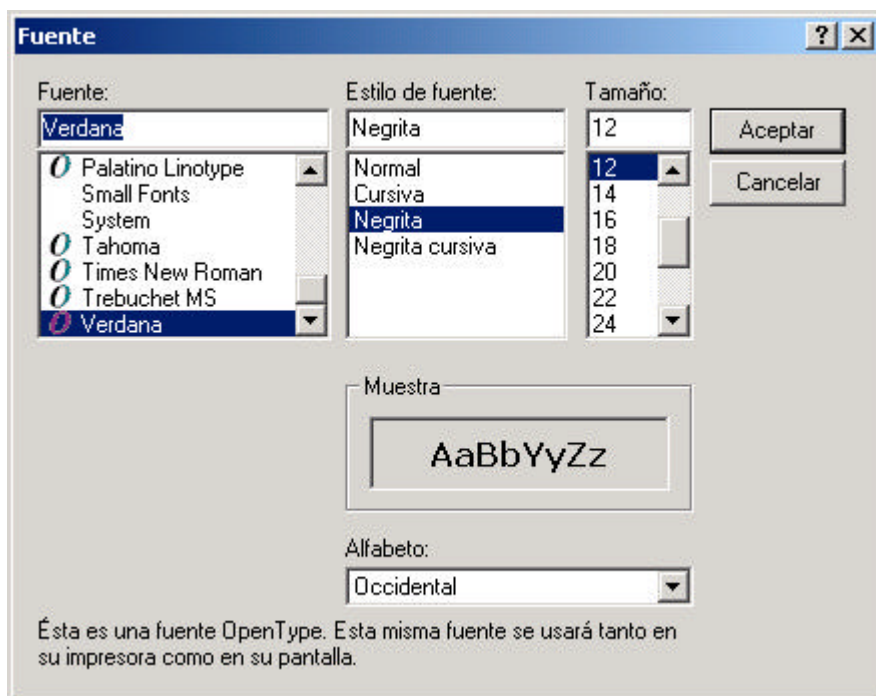

Figura 38.- Ventana Fuente.
- Estilo de fuente: Aquí se puede elegir entre los estilos que se muestran en la figura 38.